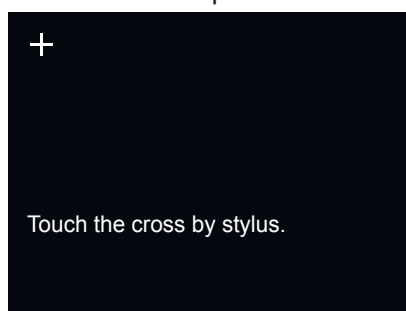

Fig.1
5. Eseguiti correttamente i comandi impartiti dalla Tastiera, inizierà la procedura di calibrazione e sullo schermo comparirà la finestra mostrata in Fig.1.